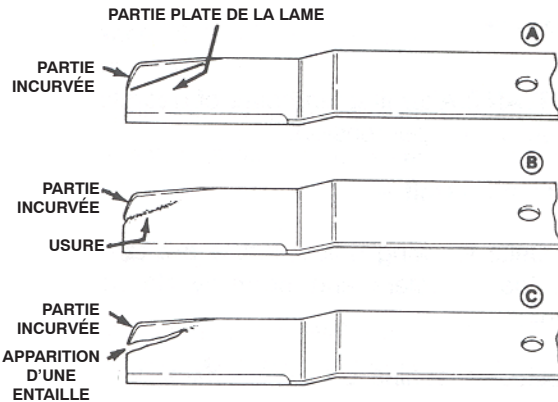

Figure 64
2. Examinez les tranchants de la lame, particulièrement au point de rencontre des parties plane et incurvée (Fig. 64-A). Le sable et les matières abrasives peuvent éroder le métal à cet endroit, c'est pourquoi il est important de contrôler l'état de la lame avant d'utiliser la machine. Remplacez la lame si elle est usée ou présente une entaille (Fig. 64-B) (voir Dépose de la lame du plateau de coupe, page 54).